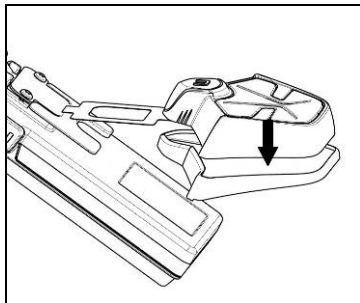

Fig. 5
- Girar o adaptador até a posição horizontal como o sistema ESS, em seguida, pressionar os dois componentes entre eles até aderir um sobre o outro (Fig. 5)